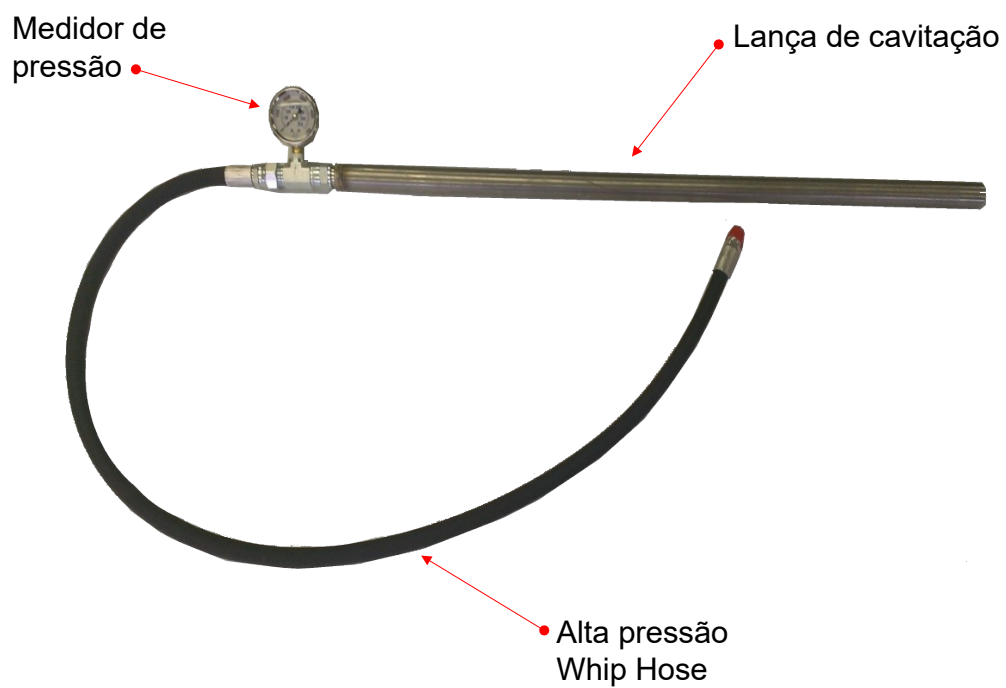

Figura 5.1 - Calibração da pressão da lança
- Prenda o medidor de calibração entre a linha da mangueira principal e a lança e aperte as conexões JIC. (Veja a Figura 5.1)
- Segure bem a lança e observe o medidor de calibração (Ver Figura 5.1).